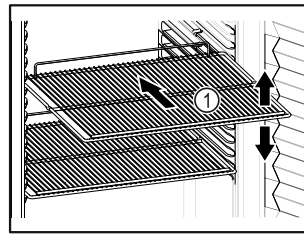

Fig. 55
- Abstellroste Fig. 55 (1) je nach benötigter Höhe versetzen.